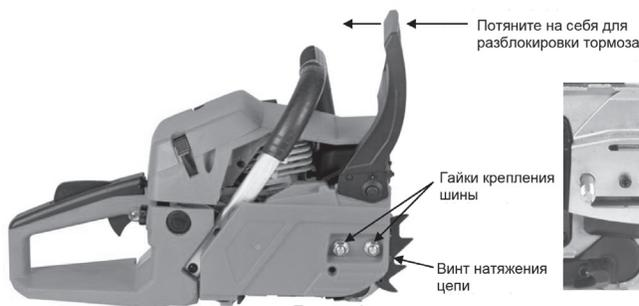

Рис. 17
1. Комбинированным ключом (входит в комплект) открутите гайки крепления шины (рис. 17) и снимите крышку сцепления.
1. Перед установкой шины и цепи убедитесь, что инерционный тормоз цепи разблокирован. Для этого потяните ручку инерционного тормоза на себя (рис. 17).
2. Комбинированным ключом (входит в комплект) открутите гайки крепления шины (рис. 17) и снимите крышку сцепления.
3. Открутите винт натяжения цепи (рис. 17) против часовой стрелки до тех пор, пока палец натяжения цепи не встанет в крайнее левое положение.